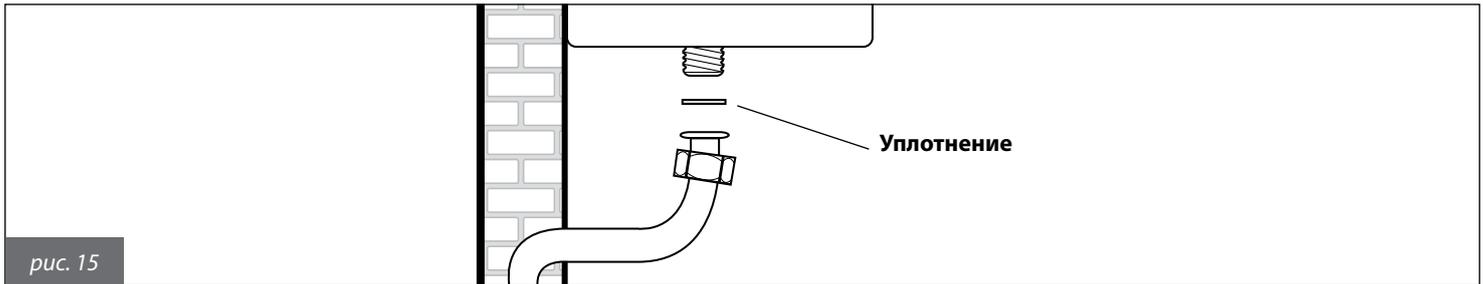

рис. 15
**ОБЯЗАТЕЛЬНО, при подключении котла к линии подачи ГАЗА использовать накидную гайку с применением прокладки в стыковой полости (рис. 15), соответственных размеров и из специального материала.**